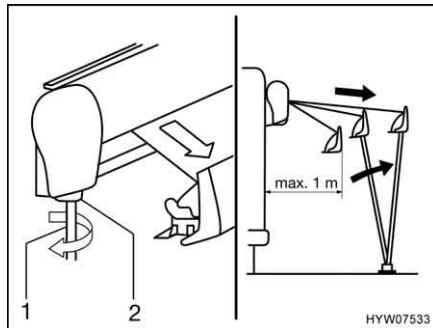

Fig. 19 Estrazione della tenda
- Inserire la manovella (Fig. 19,1) nel supporto a baionetta (Fig. 19,2) della tenda e girarla in senso antiorario.